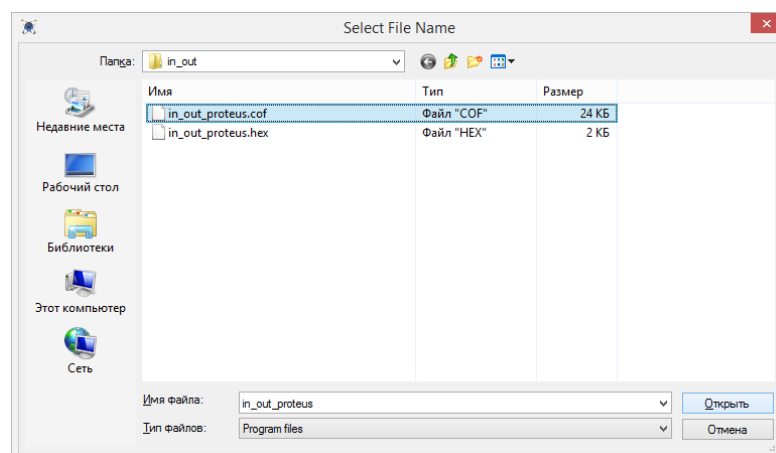

Рисунок 2.41 – Завантаження бінарного файлу з розширенням ***.HEX** або ***.COF** у середовищі моделювання «**Proteus**»
9. Завантажити заздалегідь скомпільований бінарний файл з розширенням ***.HEX** або ***.COF** у мікроконтролер (рис. 2.41).